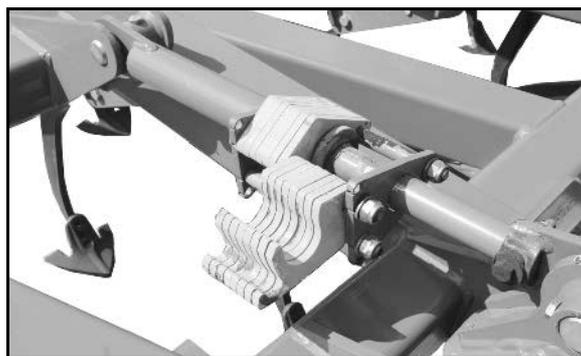

Рис. 50
- опорных и копирующих колес (Рис. 50).